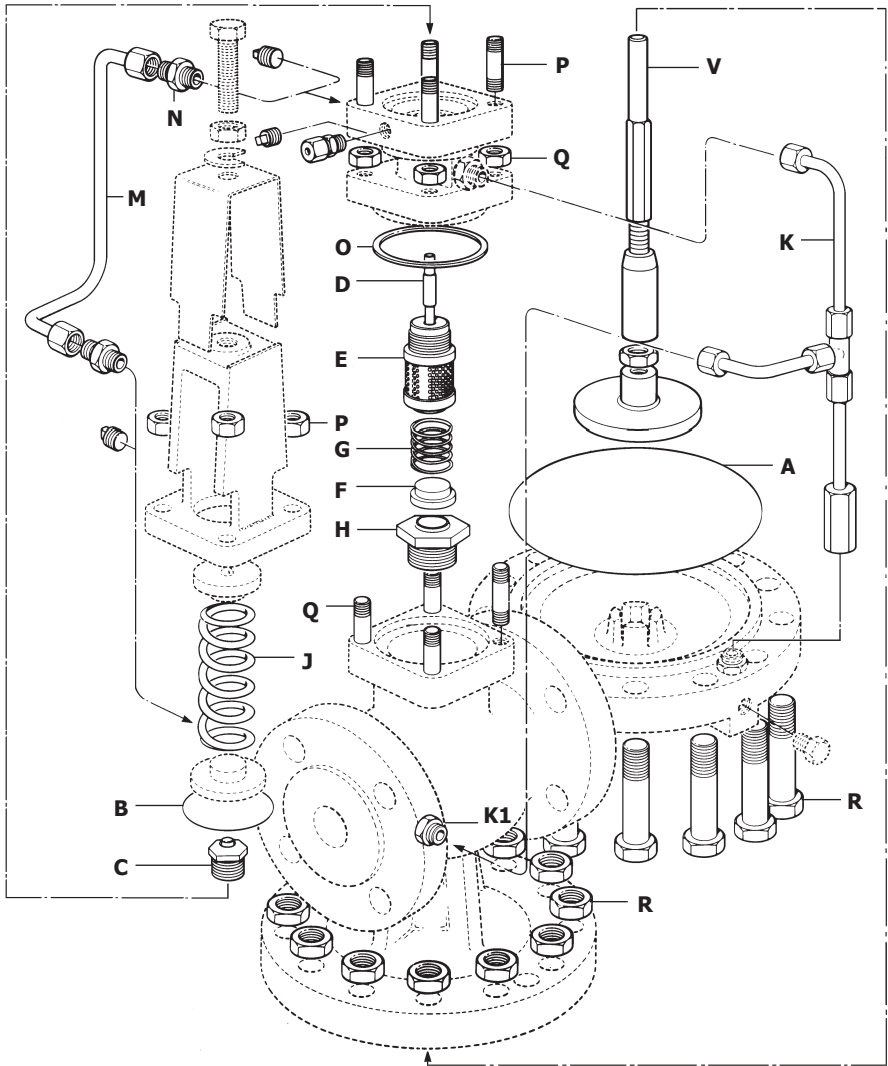

Рис. 13
3. Заблокирована импульсная трубка (К рис. 13). Снимите ее и очистите её для устранения загрязнения.
6. Толкатель пилотного клапана (13) слишком короткий. Проверьте, как описано в п. 18, и при необходимости замените.
1. Балансировочная трубка (Q) заблокирована. Снимите её и тщательно продуйте.
2. Заблокировано калиброванное отверстие в фитинге K1 (рис. 13). Снимите импульсную трубку (K) и очистите отверстие фитинга.
4. Пилотный клапан (14) или толкатель пилотного клапана (13) заблокированы. Для устранения см. п. 18.
5. Главный клапан (21) или пилотный клапан (14) не закрываются.
6. Толкатель главного клапана (23) заблокирован.
7. Толкатель пилотного клапана (13) слишком длинный. Проверить и при необходимости укоротить.